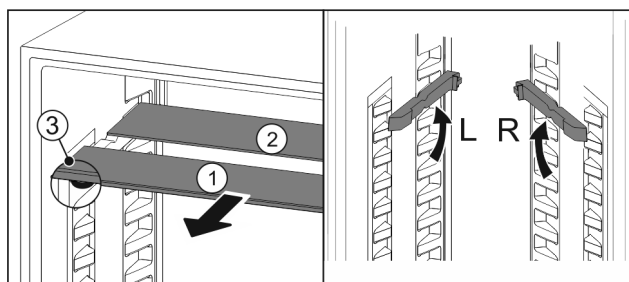

Fig. 27
- ▶ По одной извлеките Fig. 27 (1) стеклянные панели движением вперед.
- ▷ Стеклянная панель Fig. 27 (1) с декоративной планкой лежит спереди.
- ▷ Стопоры Fig. 27 (3) показывают вниз.